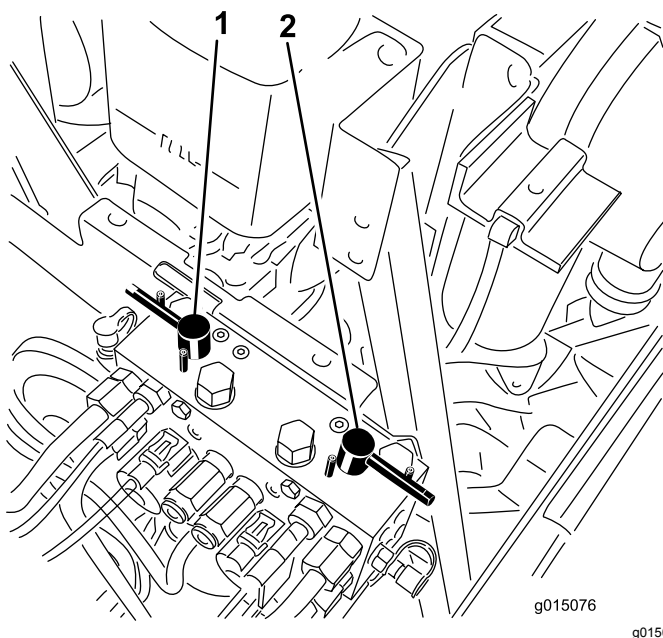

Bild 109
4. Wählen Sie entweder den vorderen, hinteren oder beide Läpphebel aus, um festzulegen, welche Geräte geläppt werden (**Bild 109**).